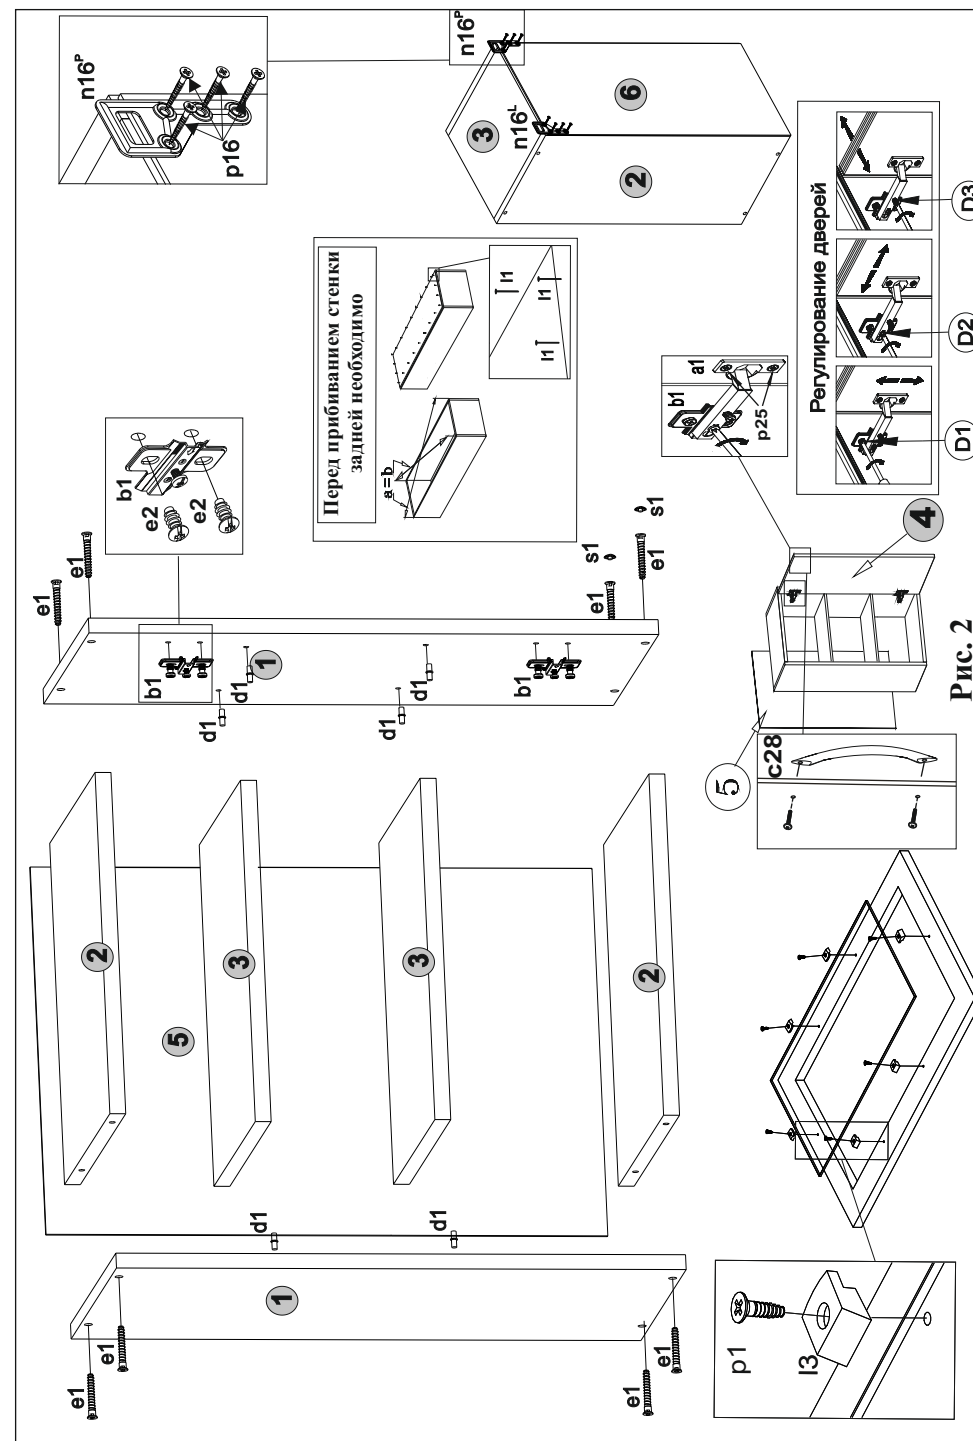

Рис. 2
- 4.2 На внутренние поверхности боковых стенок **1** в отверстия диаметром **5 мм** установить полкодержатели **d1** с помощью молотка. (см.рис. 2).
- 4.9 Навесить двери на корпус шкафа навесного, соединив между собой петли **a1** и направляющие петель **b1**. Отрегулировать положение двери вращая винты **D1, D2** и **D3**(см. рис. 2).